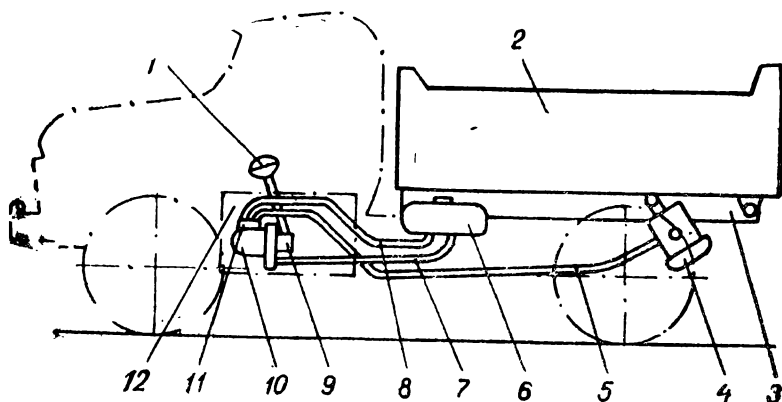

Рис. 59
IX. Какими цифрами (рис. 59) обозначены масляный бак, гидравлический подъемник, насос, всасывающая труба, платформа, рычаг управления?
X. Какими цифрами (рис. 59) обозначены надрамник, нагнетательная труба, труба для слива масла, коробка отбора мощности, механизм управления, коробка передач?